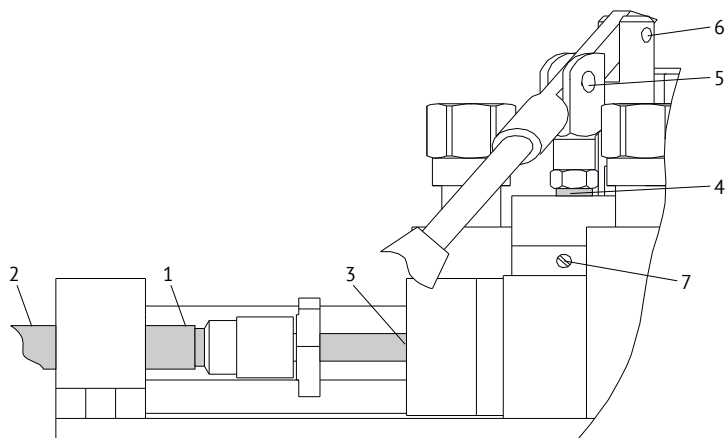

Рис. 4. Подготовка к работе
6.6 Открутите *винт 7* (*Рис. 4*) на $\frac{1}{2}$ оборота. Плавно качайте ручным насосом до тех пор пока из под резьбы *винта 7* не перестанет выходить воздух. Закрутите *винт 7* с небольшим усилием.
8.2 При ежедневном техническом обслуживании производят внешний осмотр, очищают от загрязнений и пыли сухой чистой ветошью. Проверяют наличие рабочей жидкости на *поверхности штоков 3 и 4 (Рис. 4)*, смазки на поверхности *винта 1 и 2*, на *осях вращения 5, 6 (Рис. 4)*. При её отсутствие или недостаточном количестве произвести смазывание *поверхности винта 1 и 2, оси 5 и 6* консистентной смазкой ЛИТОЛ — 24 ГОСТ 21150-87, а *поверхности штоков 3 и 4* рабочей жидкостью.